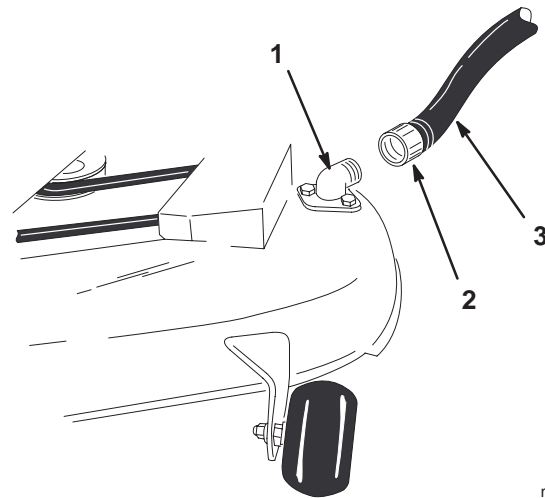

Bild 48
4. Montieren Sie die Schlauchkupplung auf die Kupplung am Mähwerk-Spülanschluss und drehen Sie das Wasser mit starkem Druck auf (Bild 48).